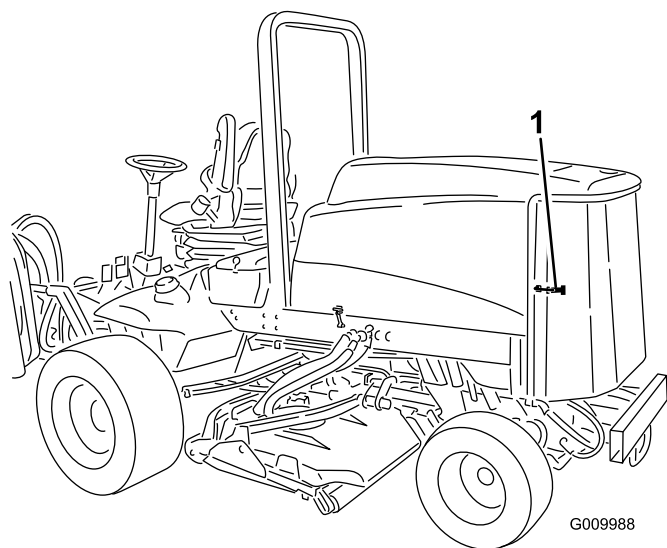

Figure 72
1. Déverrouillez et ouvrez la grille arrière (Figure 72).